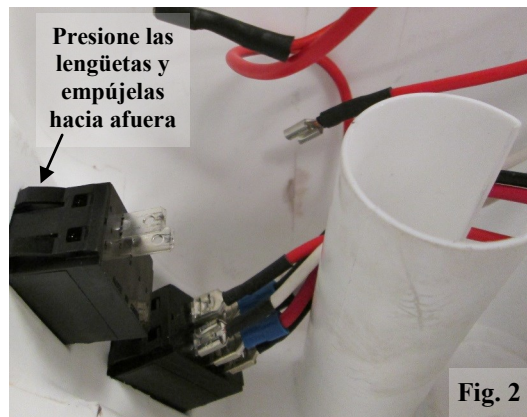

Fig. 2
4. Presione las lengüetas que aseguran el interruptor y cuidadosamente empújelas a través de la cubierta utilizando un movimiento de atrás hacia adelante, un lado a la vez (Fig.2).